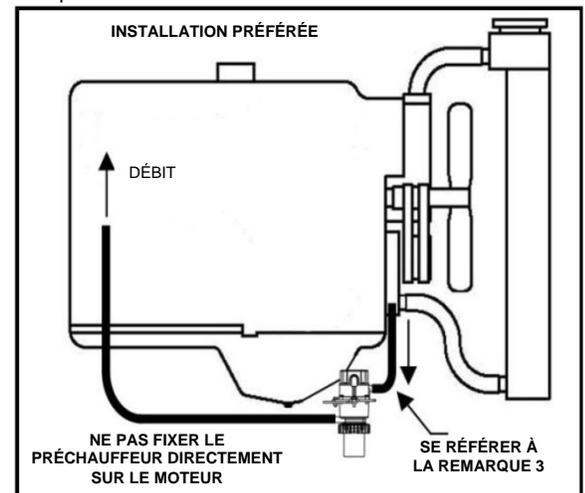

Figure 1
2. Fixer le préchauffeur comme le montre la figure 1 avec la pompe en bas et le branchement du cordon d'alimentation en haut. Fixer le préchauffeur aussi bas que possible sur le châssis du matériel ou un autre endroit convenable. Le préchauffeur doit se trouver sous le niveau le plus bas de la chemise d'eau du moteur. Le préchauffeur doit se trouver sous le point où le liquide de refroidissement sort du moteur.
Le préchauffeur ne fonctionne correctement que s'il est fixé à la verticale, comme le montre la figure 1.
Cette durite d'entrée doit être dirigée constamment vers le bas depuis le moteur jusqu'au préchauffeur, sans creux ni bosse susceptible d'emprisonner l'air. L'aspiration du liquide de refroidissement doit se trouver aussi près que possible de la partie supérieure du préchauffeur. Voir la figure 1. Ceci permet d'améliorer l'évacuation de l'air du préchauffeur au démarrage et de garantir que le préchauffeur contient en permanence du liquide de refroidissement.